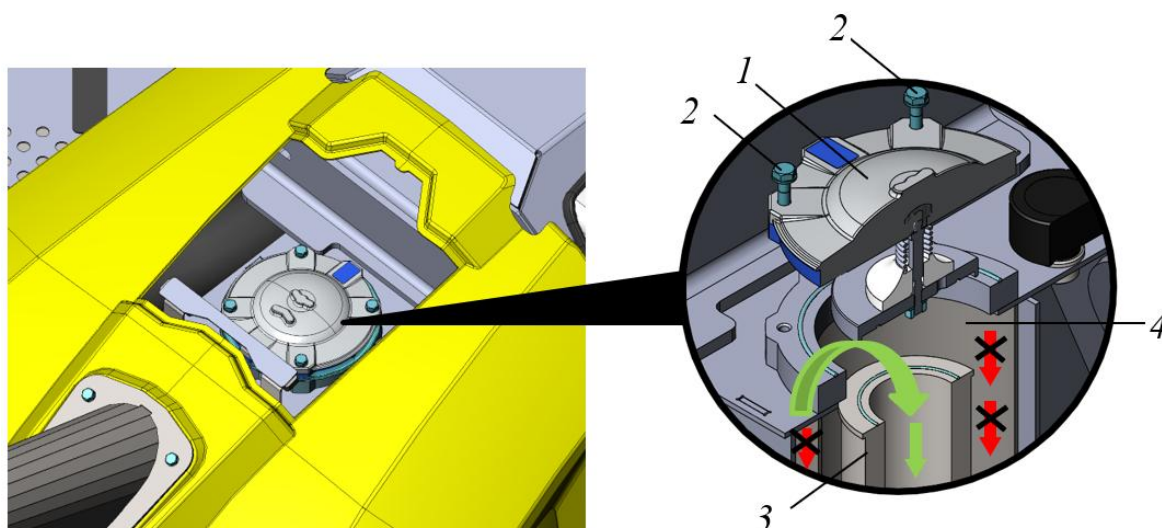

Рисунок 5.58. Процедура заправки масла в гидравлический бак
- ▶ Выкрутить болты с шайбами 2, крепящие крышку 1, см. рис. 5.58.
- ▶ Заливать внутрь фильтра масло, см. рис. 5.58 показано зеленой стрелкой.
- Установить крышку фильтра 1, закрепив ее на баке, используя болты с шайбами 2, см. рис. 5.58.